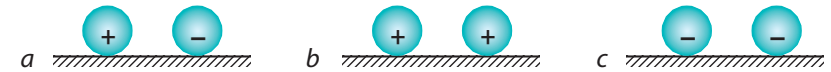

Fig. 2
6. În fig. 2 sunt reprezentate trei perechi de bile conductoare, care sunt amplasate la aceeași distanță una de alta. Modulele sarcinilor tuturor bilelor sunt aceiași. Oare cu aceeași forță interacționează perechile de bile? Dacă nu, atunci care pereche de bile interacționează mai tare?